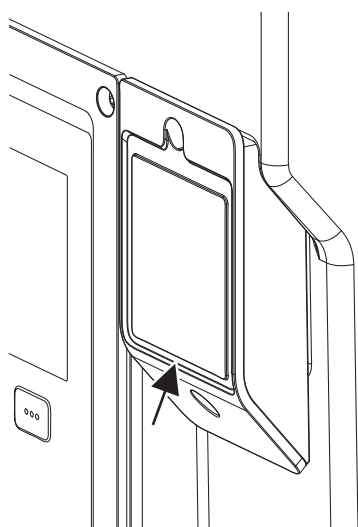

Fig. 28: Kåpa för Wilo-Smart Connect-modulen BT
1. Lossa skruven till Wilo-Smart Connects modulkåpa (Fig. 28) och öppna kåpan.
I och med konstruktionen kan Wilo-Smart Connect-modulen BT endast anslutas i en balansering. Någon ytterligare fastsättning av själva modulen sker ej. Wilo-Smart Connects modulkåpa (Fig. 28) på elektronikmodulens övre del håller fast modulen i gränssnittet.